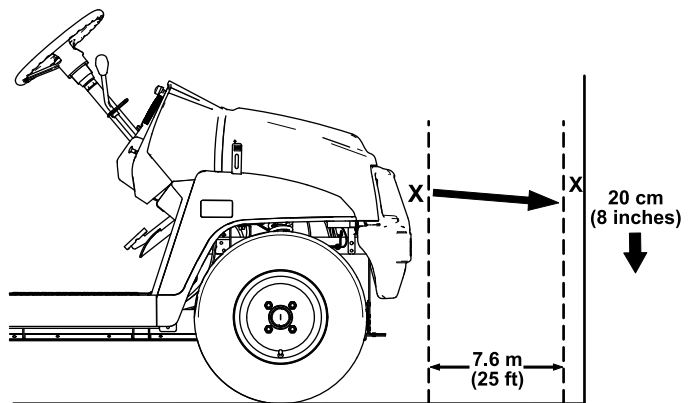

Рисунок 41
1. Припаркуйте машину на ровной горизонтальной поверхности; фары должны находиться приблизительно на расстоянии 7,6 м от стены (Рисунок 41).
Самая яркая часть луча фары должна быть на 20 см ниже отметки, нанесенной на стене (Рисунок 41).